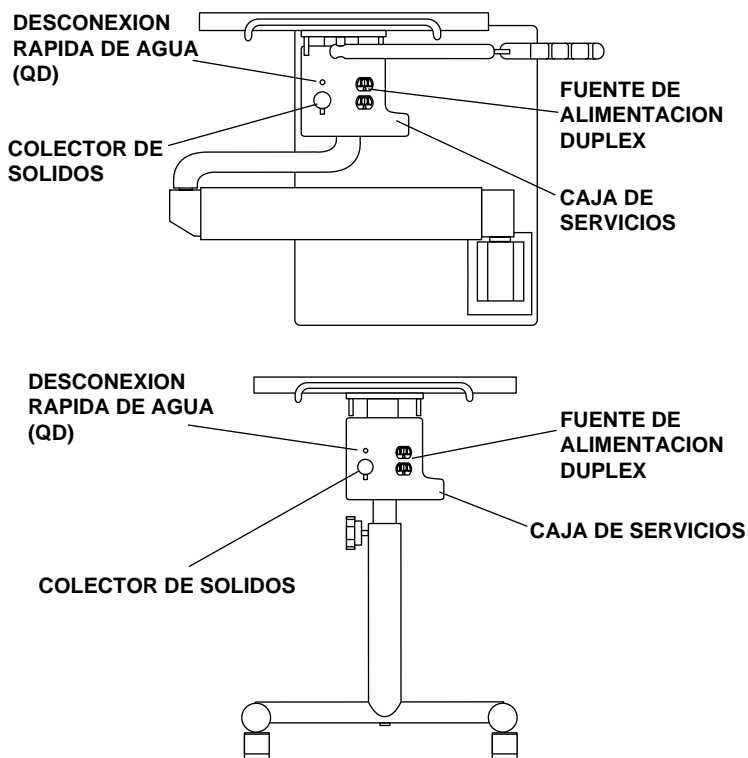

Figura 1. Caja de servicios de montaje en pared o carrito
El carrito del asistente Cascade 2615 o el montaje en pared del asistente Cascade 3175 están equipados con la siguiente instrumentación: jeringa esterilizable en autoclave, eyector de saliva esterilizable en autoclave y HVE esterilizable en autoclave (*dos HVE opcionales*). La caja de servicios de la unidad contiene un colector de sólidos, una desconexión rápida de agua (QD) y una fuente de alimentación doble (*véase la figura 1*). Existe un soporte de bandeja opcional adaptado fácilmente para su utilización con la mano derecha o izquierda (*consulte la página 5*).